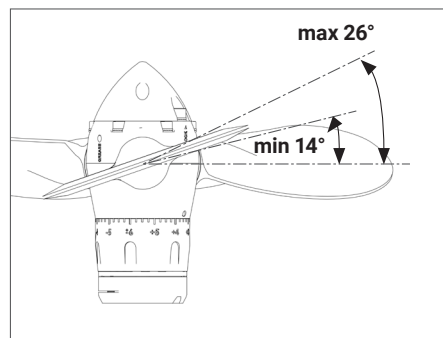

FIG. 26 | Campo di regolazione standard
- Ogni tacca di regolazione corrisponde alla variazione dell'angolo delle pale di $0,25^\circ$ e causa un incremento o decremento di circa 40-50 giri/min del motore a parità di velocità dell'imbarcazione (questo valore è puramente indicativo e dipende dalle specifiche del motore installato). Il campo di regolazione standard va da minimo 14° a massimo 26° (**Fig. 26**). Sono disponibili per applicazioni particolari anche regolazioni del passo con campo da minimo 20° a massimo 32° .